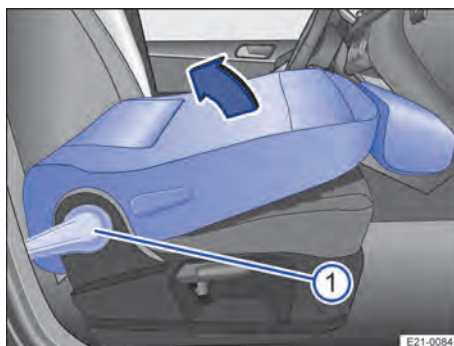

Abb. 69 Beifahrersitz: Sitzlehne zurückklappen.
2. Zum Zurückklappen Hebel → Abb. 69  nach unten drücken, um die Beifahrersitzlehne erneut zu entriegeln.
3. Beifahrersitzlehne in Pfeilrichtung → Abb. 69 nach hinten in die aufrechte Position klappen.